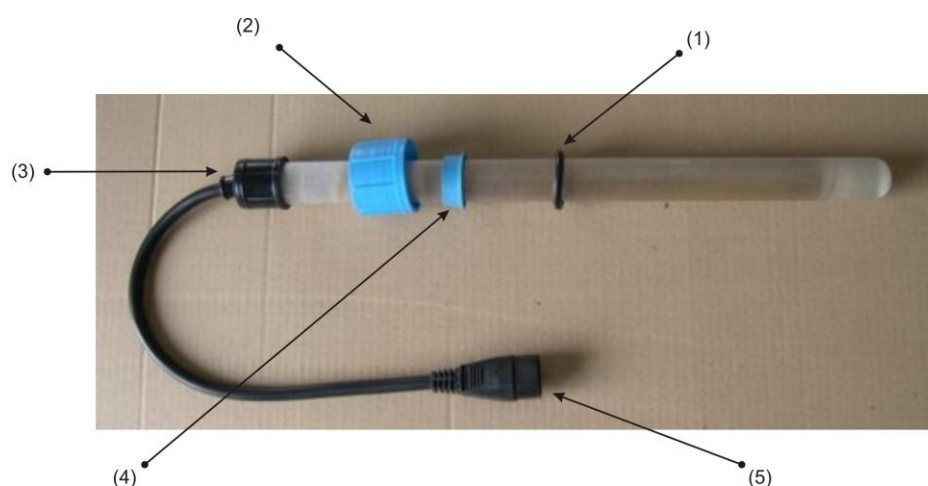
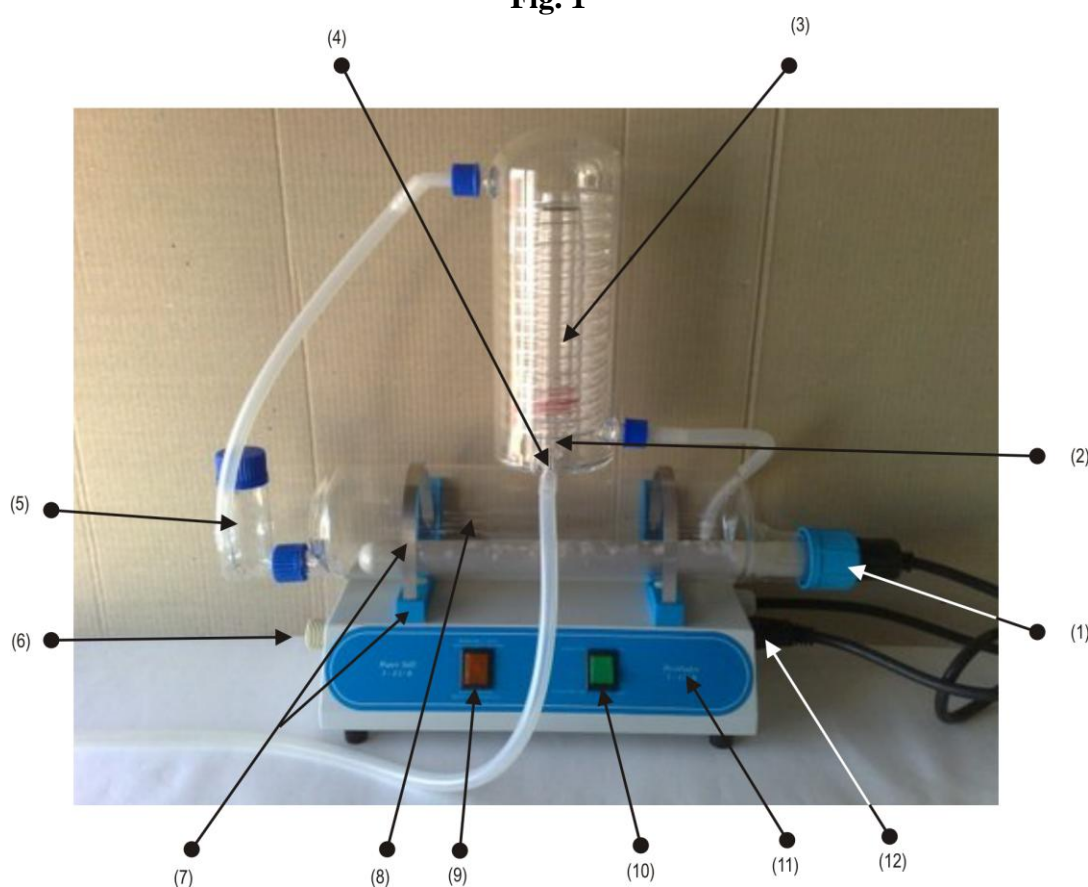

Fig. 1
Fig. 2
1. Asegúrese de que los elementos de la resistencia (junta tórica, casquillo guía, tuerca) vayan en el orden y posición que aparece en la fig. 1
2. Coloque la resistencia sobre la boca roscada (véase fig. 2): sujete la resistencia por el casquillo (fig. 1, pieza 3) y gire la tuerca (fig. 1, pieza 2).
4. Conecte la goma de entrada del agua sobre la toma de entrada del destilador (fig. 2, pieza 6).